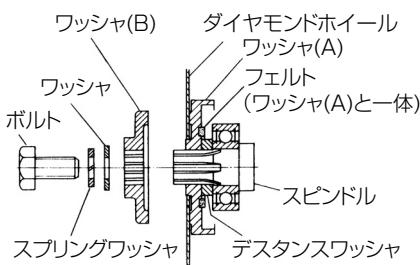

図 8
- (1) スピンドルやワッシャに付着した切りくずをよくふき取ります。
- (2) ワッシャ(A)およびワッシャ(B)でダイヤモンドホイールをはさみ、付属のスパナでボルトを十分に締付けてください。(図8)
1. 切る材料の上に本体（ベース）をのせ、ケガキ線とダイヤモンドホイールは、ベースの側面とギヤカバーの目安線で合わせます。（図8）